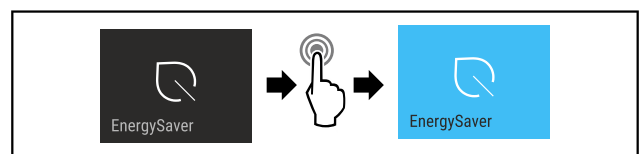

Fig. 14
► Изпълнете стъпките (виж Fig. 14).